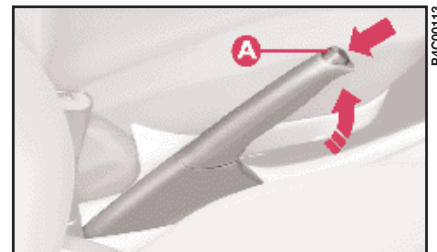

fig. 1
- 1) Sollevare leggermente la leva e premere il pulsante di sblocco **A** (fig. 1).